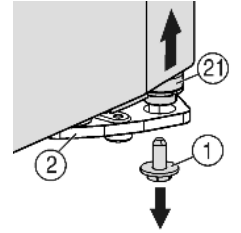
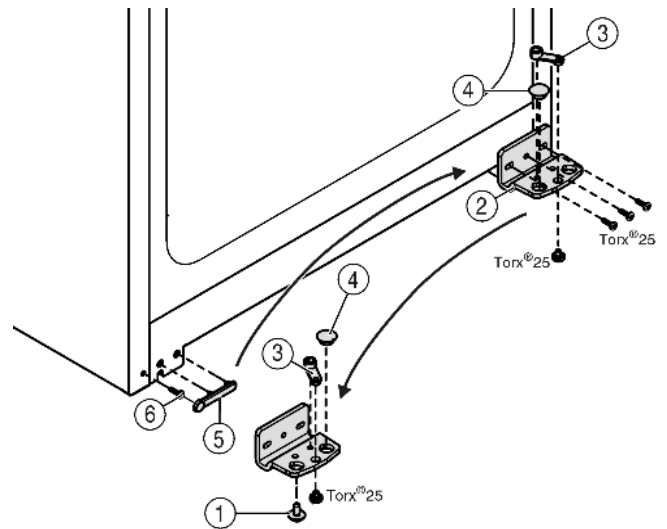

Fig. 5
Fig. 6
- ▶ Kierrä alhaalla oikealla olevan laakerinkannattimen varmistusruuvi Fig. 5 (1) irti.
- ▶ Laakeritappi Fig. 5 (21) irtoaa laakerinkannattimesta Fig. 6 (2).
- ▶ Jos laakeritappi Fig. 5 (21) ei irtoa, paina tappi ulos alapuolelta.
- ▶ Laakerinkannatin Fig. 6 (2) ruuvataan irti.
- ▶ Saranaosa Fig. 6 (3) ruuvataan irti ja asetetaan vastakkaisella puolella laakerinkannattimen reikään sekä ruuvataan taas kiinni.
- ▶ Ota tulppa Fig. 6 (4) pois laakerinkannattimesta ja vaihda se vastakkaisella puolella olevaan laakerinkannattimen reikään.
- ▶ Irrota kädensijan puoleinen suojuus Fig. 6 (5) varovasti.
- ▶ Kierrä ruuvi Fig. 6 (6) irti ja kiinnitä se uudelleen vastakkaiselle puolelle.
- ▶ Aseta suojuus Fig. 6 (5) taas paikalleen.
- ▶ Ruuvaa uudella saranapuolella oleva laakerinkannatin Fig. 6 (2) kiinni (4 Nm:n) tarvittaessa akkuruuvinväännintä apuna käyttäen.
- ▶ Ruuvaa varmistinruuvi *Fig. 5 (1)* alhaalta laakeritappiin kiinni ja kiristä ( **4 Nm:n** tiukkuuteen).